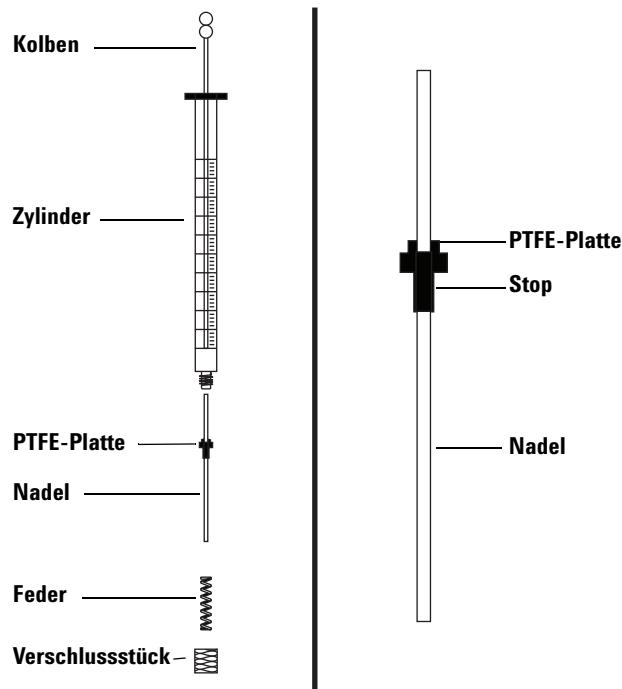

Abb. 76 Spritzenbestandteile
So setzen Sie eine Nadel in einen Spritzenzylinder ein (Abbildung 76):
- 2 Stellen Sie sicher, dass die Nadel über eine PTFE-Platte verfügt (Abbildung 76). Wenn der Spritzenzylinder keine PTFE-Platte besitzt, beachten Sie die Anweisungen in der Spritzenbox, um die Nadel selbst einzwickeln.